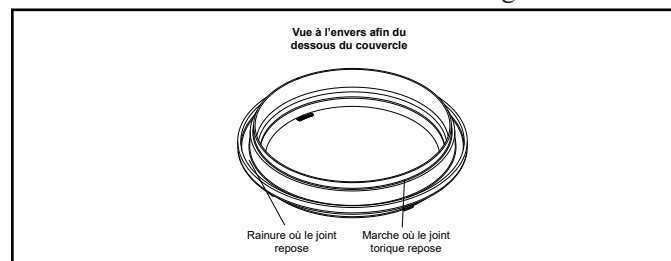

Figure 15. Installation du Joint torique test de pression bleu
2. Placez le joint torique bleu sur la marche située à ¼ po de la partie inférieure du couvercle. Reportez-vous à la Figure 15.